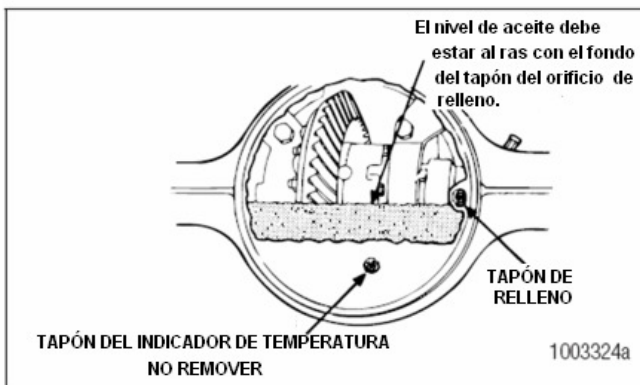

Figura 8.10
1. Si el tapón de relleno está solamente en la taza de la caja del eje, utilice este tapón. No use el orificio de unidad de transmisión de temperatura. Figura 8.10.
3. Verifique el nivel de aceite. El nivel debe estar nivelado con el fondo del orificio del tapón del llenador. Figura 8.10.